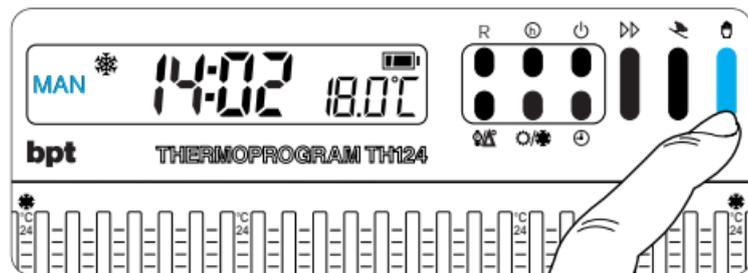

Fig. 24
8.1 - Per passare dal funzionamento AUTOMATICO a quello MANUALE premere il pulsante  (fig. 24) (l'indicazione sul display indica la scelta effettuata).